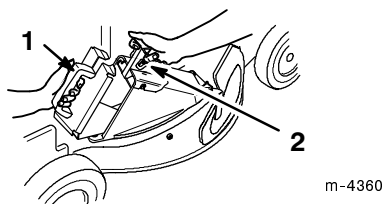

Figure 52
3. Ouvrez le volet d'éjection en tirant la poignée en arrière (Fig. 52) et gardez-le ouvert pendant que vous introduisez l'obturateur.